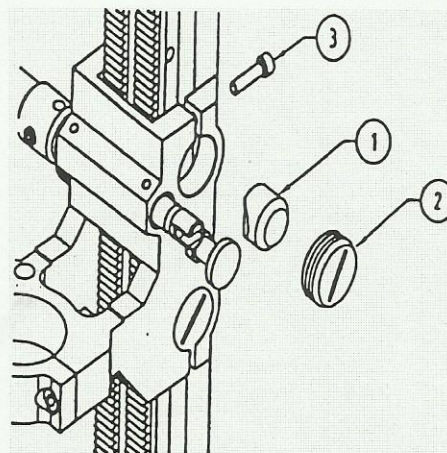

Рис. 5-1 Направляющие колодки
5.2.7 Регулировка направляющих колодок (рисунок 5-1)
5.2.2 Замена направляющих колодок (рисунок 5-1)